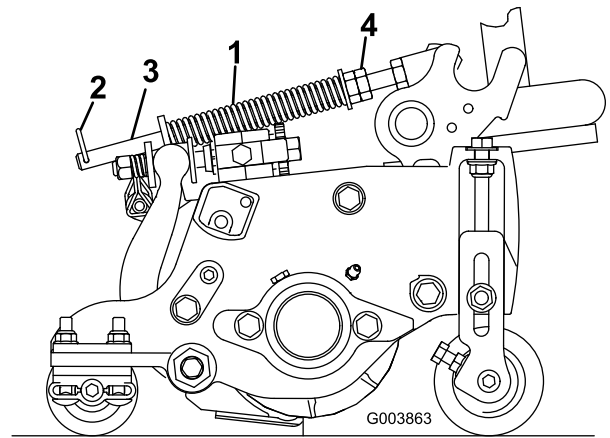

Bild 22
2. Ziehen Sie die Sechskantmuttern vorne an der Federstange an, bis die komprimierte Länge der Feder 15,9 cm beträgt (Bild 22).
1. Stellen Sie sicher, dass der Lastösenbolzen in das hintere Loch in der Federstange eingesetzt ist (Bild 22).